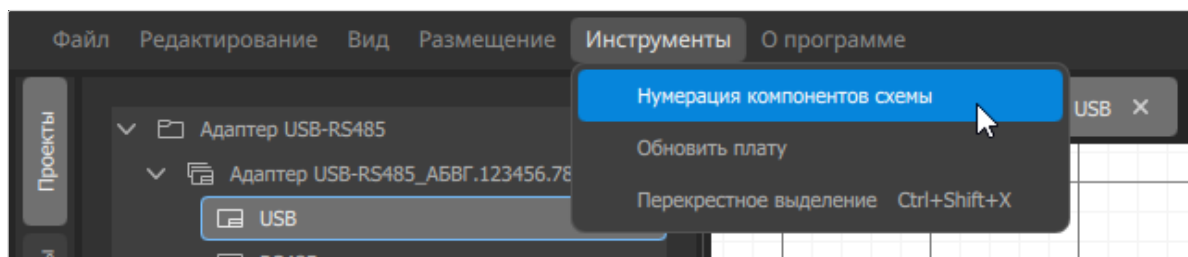

Рисунок 87. Пункт меню «Нумерация компонентов схемы»
- 1) Вызвать команду меню *Инструменты* → *Нумерация компонентов схемы* (см. рисунок 87).